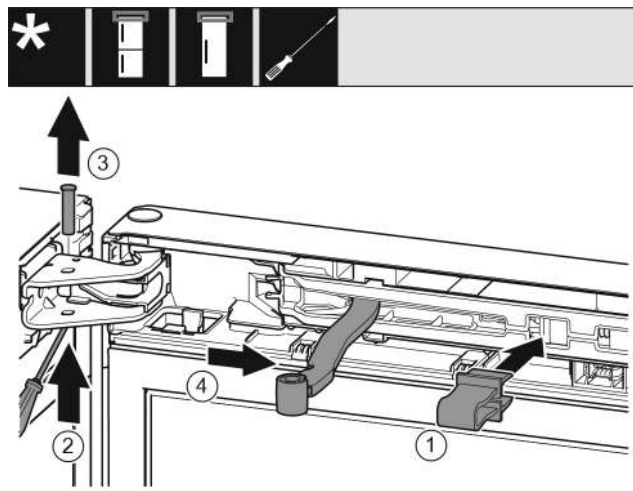

Fig. 8
- Зафиксируйте предохранитель в отверстии. Fig. 8 (1)
- Выкрутите палец при помощи отвертки. Fig. 8 (2)
- Извлеките палец движением вверх. Fig. 8 (3)
- Поверните шарнир в направлении двери. Fig. 8 (4)